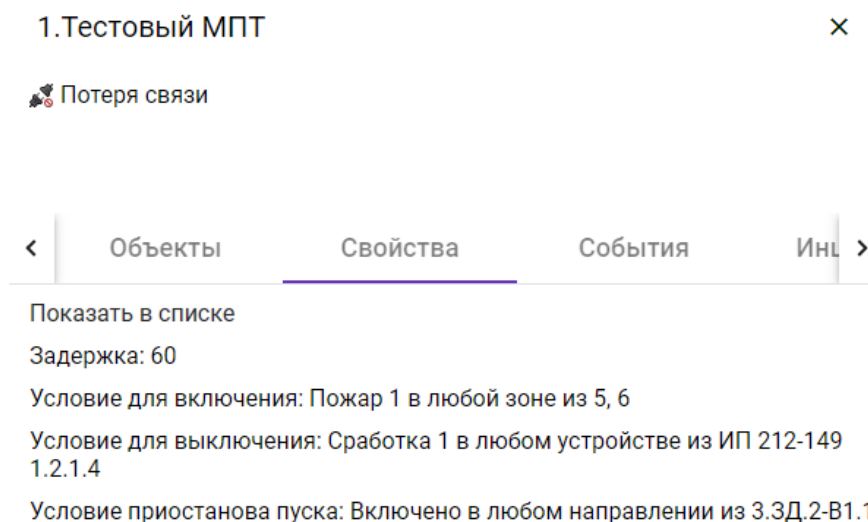

Рисунок 11.13 – Окно свойств МПТ
1. На вкладке **Свойства** можно ознакомиться с названием МПТ, его параметрами, а также просмотреть список связанных с ним событий (рисунок 11.13). На вкладке **Управление** отображается текущий режим работы и доступны следующие команды: